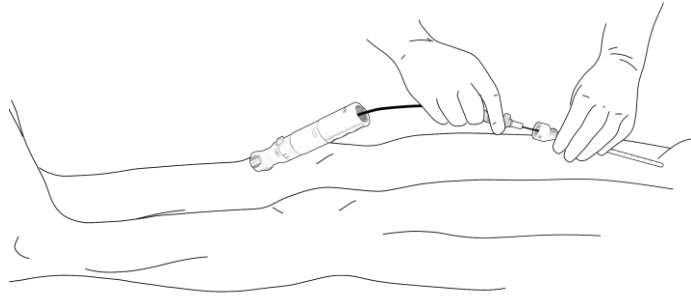

Figura 8. Avanço do dispositivo de encerramento PerQseal® até à bainha introdutora.
- b. Avance a cânula de carregamento sobre o fio-guia na direção do conector da bainha introdutora, Figura 8. Se sentir dificuldade durante a deslocação sobre o fio-guia, certifique-se de que este não está dobrado e de que não apresenta sangue coagulado e trombos.